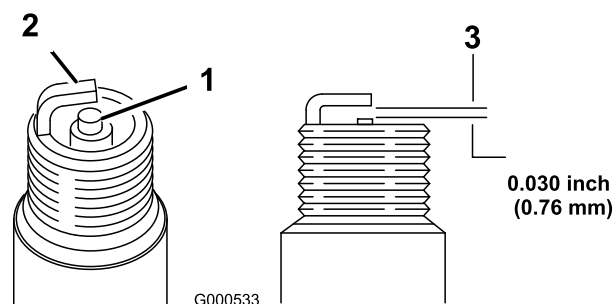

Figure 27
5. Réglez l'écartement des électrodes à 0,76 mm, comme montré à la Figure 27.